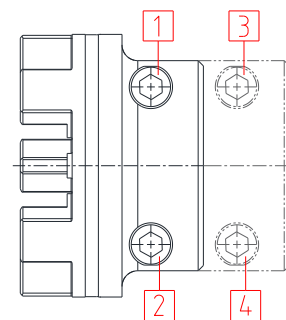

Bild 9: Anziehen der Schrauben
- Sichern Sie die H-Klemmnaben durch wechselseitiges, stufenweises Anziehen der Klemmschrauben (siehe Bild 9). Beginnen Sie dabei in der ersten Stufe mit 1/3, in der zweiten Stufe mit 2/3 und in der letzten Stufe mit dem vollen Anziehdrehmoment. Die Schrauben sind mit einem geeigneten Drehmomentschlüssel auf die in Tabelle 1 bzw. 2 angegebenen Anziehdrehmomente  $T_A$  anzuziehen. Ziehen Sie zum Schluss alle Schrauben nach, bis bei allen Schrauben das volle Anziehdrehmoment erreicht ist.